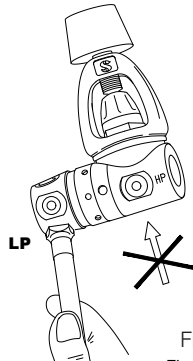

Fig. 1
Raccordez le tuyau basse pression (BP) de la valve de gonflage assisté à un orifice BP inutilisé du premier étage, qui doit avoir le même filetage (fig. 1).